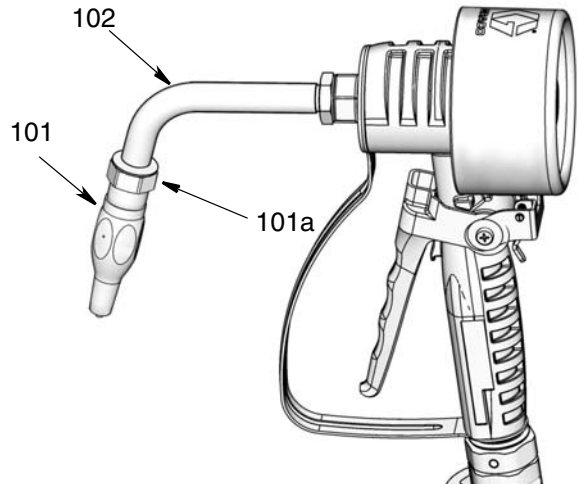

FIG. 7
- a. Visser la buse (101) sur la rallonge (102) comme montré sur la FIG. 7.
- b. Glisser une clé à molette sur les pans de la bague de la buse (101a) (FIG. 7) et serrer le raccord.